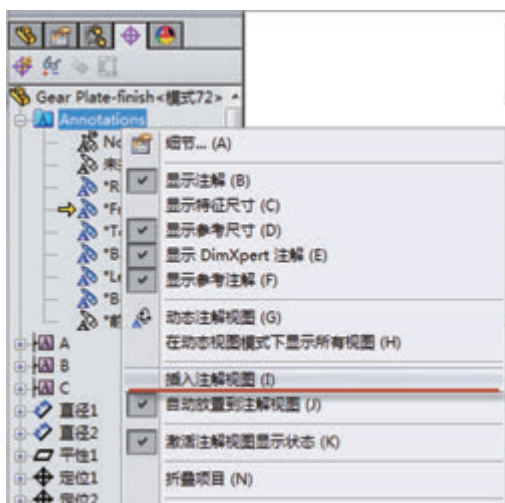
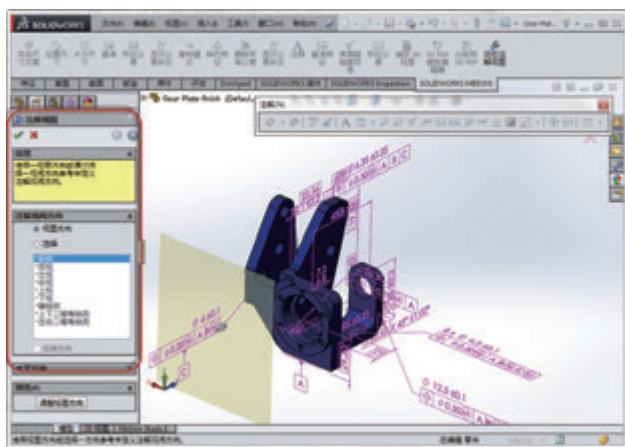

图 2 插入注解视图
图 3 选择所需要的视图方向
(1) 首先定义好各个注解视图，比如前视图、左视图和上视图。右键点击“注解文件→插入注解视图→选择所需要的视图方向（图 2 和图 3）”。